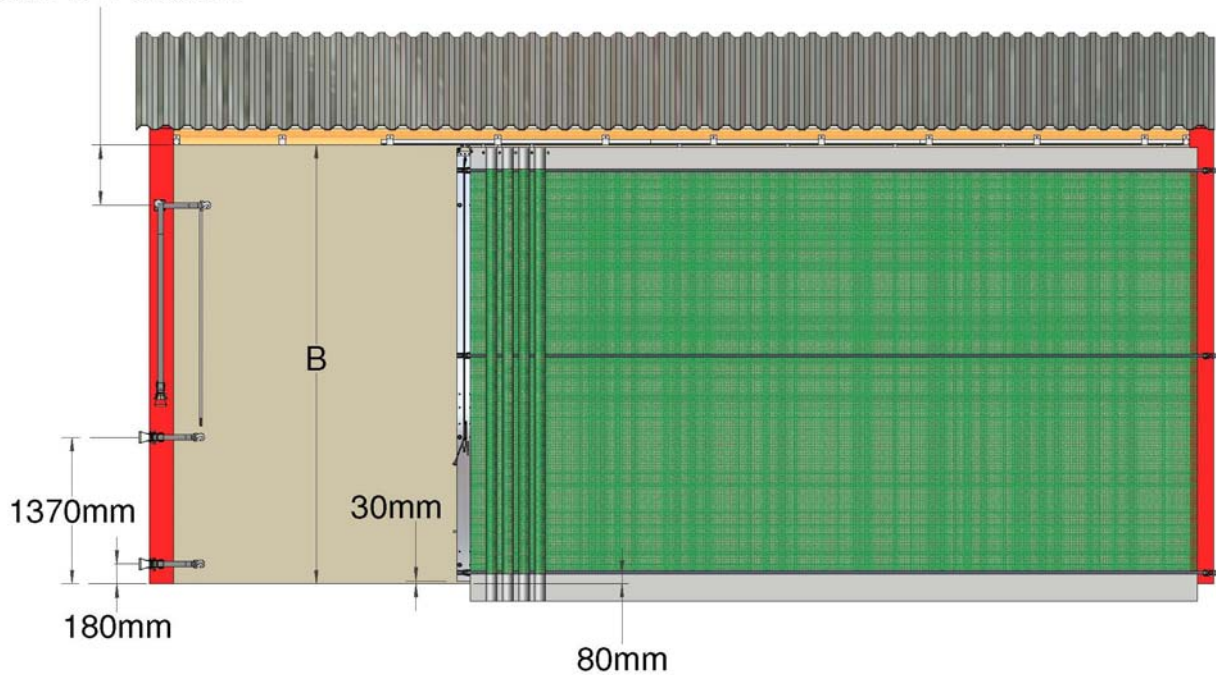
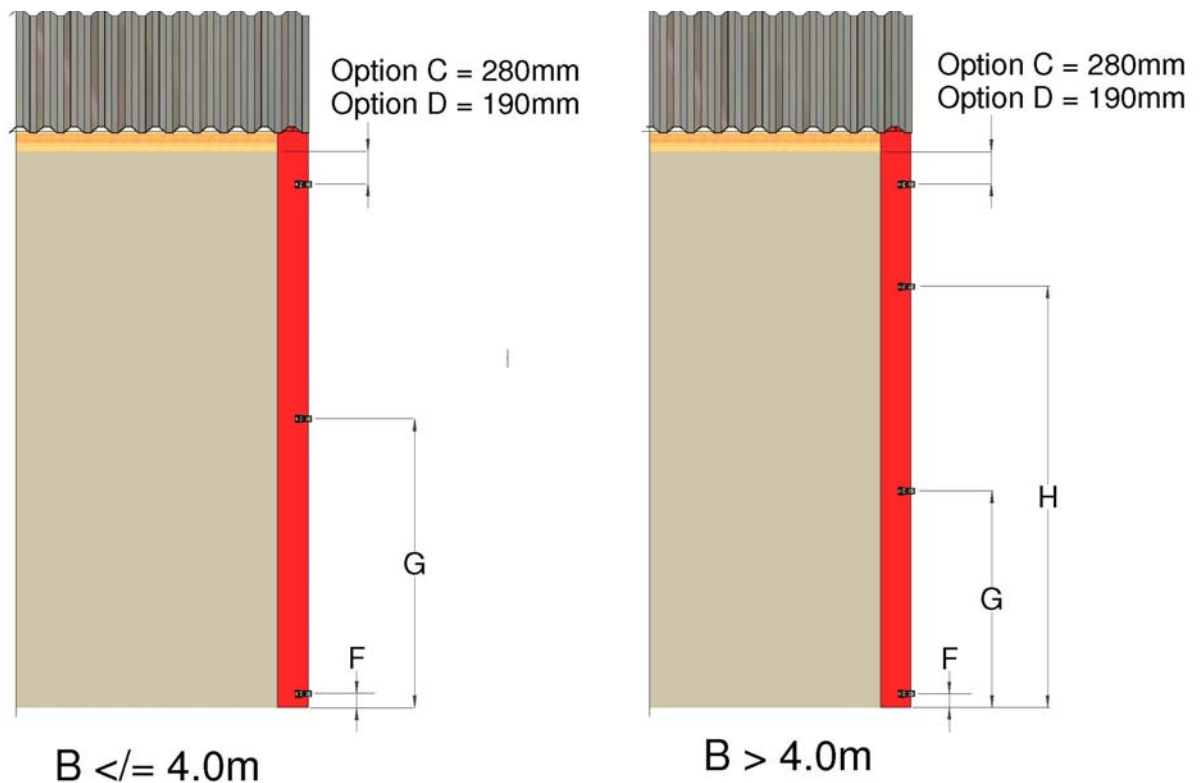
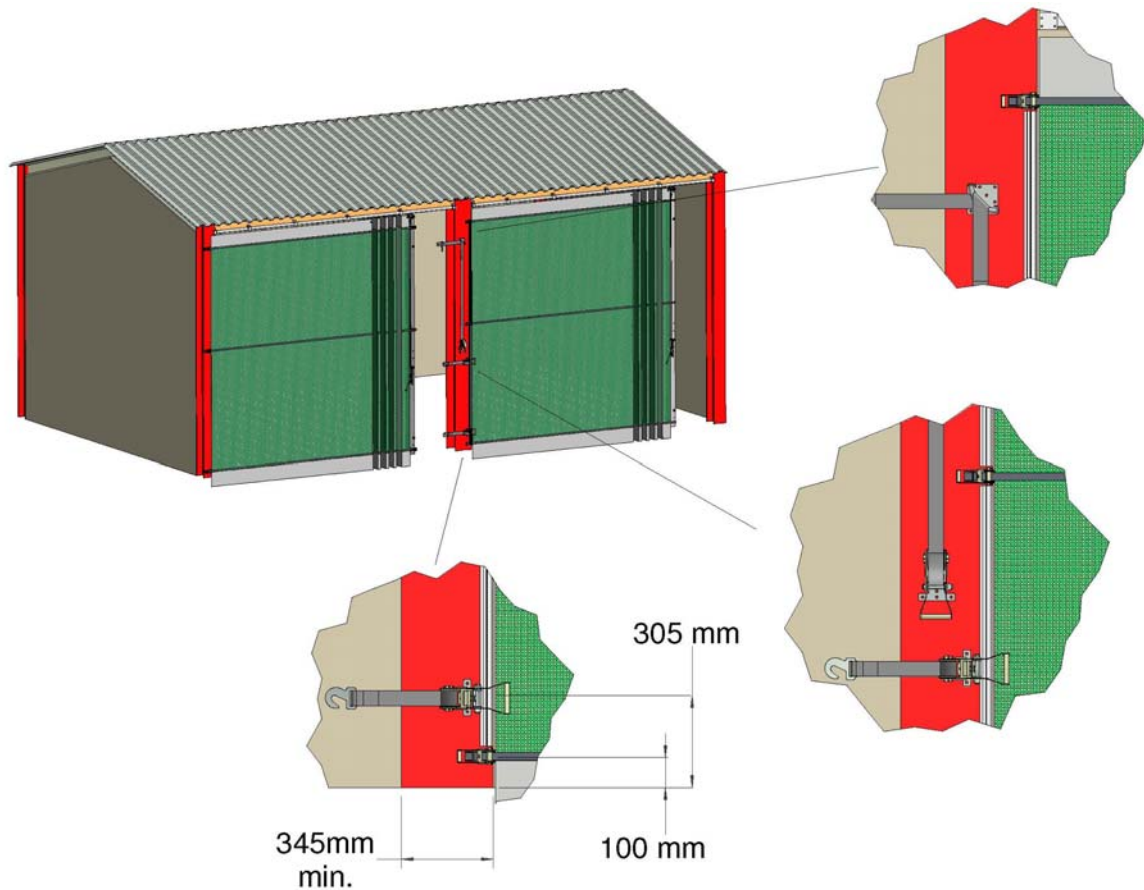

Abbildung 3a: 50-mm-Ratschenpositionen  $B > 3,0$  m
Abbildung 5: Ratschenpositionen, festes Ende
Abbildung 9: Doppeltes Trackscreen-System – fortlaufende Anordnung
Abbildung 3a zeigt die Positionen der Spannratschen und des Eckblechs bei Netzen, bei denen B größer als 3,0 m ist.
Abbildung 5 und Tabelle 2 geben die Positionen der Ratschen auf dem Gebäudepfosten am festen Ende an. Der Pfosten muss über die gesamte Höhe frei von Hindernissen sein, so dass der Windverschluss des Netzes montiert werden kann.
7.1.1 Beide Pfosten schließen gegen den Mittelpfosten, die Positionen der Pfostenspannratschen für das rechte und das linke Netz sind aus Abbildung 3a und 3b ersichtlich. Die Positionen der unteren Ratschen für das linke Netz liegen 125 mm höher als die rechten Ratschen.
7.2.1 Beide Netze werden am mittleren Pfosten befestigt und schließen gegen die äußeren Pfosten. Die Positionen der Ratschen am festen Ende entsprechen den in Abbildung 5 gezeigten.
7.3.1 Beide Netze öffnen in die gleiche Richtung, von links nach rechts oder umgekehrt (Abbildung 9). Die Positionen der Ratschen am festen Ende entsprechen Abbildung 5. Die Positionen der unteren Pfostenspannratschen liegen 125 mm höher als in Abbildung 3a und 3b gezeigt.